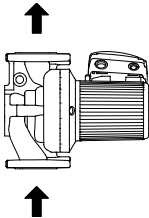

Fig. 1 Eje del motor en posición horizontal
Instale la bomba con el eje del motor en posición horizontal. Consulte la fig. 1.
Las figs. 1 y 2 del apéndice muestran las posibles conexiones:
- La fig. 1 muestra las conexiones eléctricas para el uso de contactos externos de impulso para el arranque o la parada.